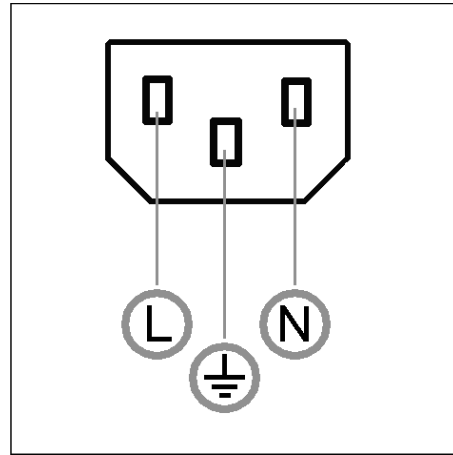

Fig. II.1 Güç konektörü
**Güç konektörü bağlantısı (bkz: Fig. II.1)**